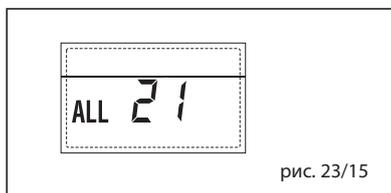

рис. 23/15
– **СРАБАТЫВАНИЕ ПРЕДОХРАНИТЕЛЬНОГО ТЕРМОСТАТА ВТОРОЙ СМЕШАННОЙ ЗОНЫ “ТРЕВ 22” (рис. 23/16)**